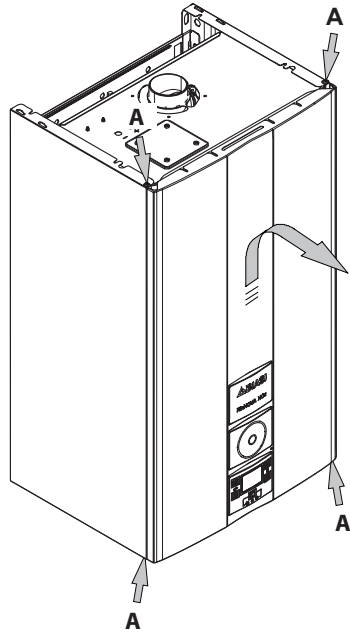

Figura 9.1
- Quite los tornillos A. Desmonte el panel frontal desplazándolo hacia arriba para liberarlo de los ganchos inferiores, como se muestra en la Figura 9.1.